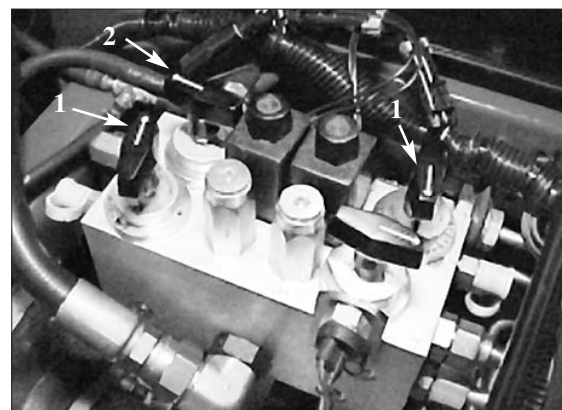

Bild 56
3. Machen Sie die Spindeldrehzahl-Einstellräder und Schärfeinstellräder (Bild 56) ausfindig. Drehen Sie den/die gewünschten Schärfeinstellrad/-räder auf SCHÄRFEN sowie das/die gewünschte(n) Spindeldrehzahl-Einstellrad/-räder auf „1“.